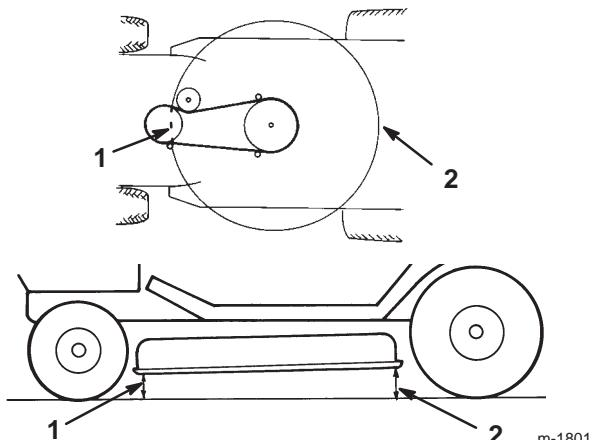

Bild 46
- 10.** Messen Sie zur Kontrolle der Schnittmesserneigung in Längsrichtung den Abstand zwischen der Mähwerkunterseite (Mitte vorne und Mitte hinten) und der ebenen Oberfläche (Bild 46). Stellen Sie, wenn die Vorderseite des Mähwerks mehr als 16 mm tiefer liegt als dessen Hinterseite, die Schnittmesserneigung gemäß der Arbeitsschritte 11 bis 17 ein: